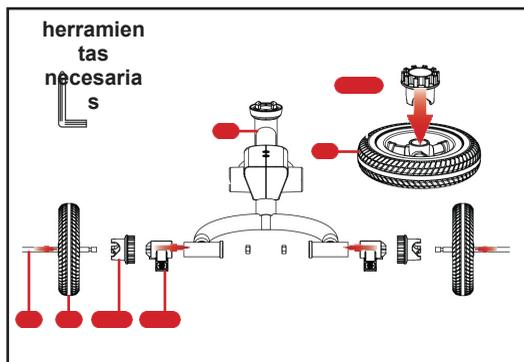

fig. 3
a los tubos traseros del **cuadro A** (fig.3).
a los tubos traseros del **cuadro C** (fig.3).
Coloque cada uno de los **ejes traseros (M)** en las ruedas traseras como se muestra en la fig.3.